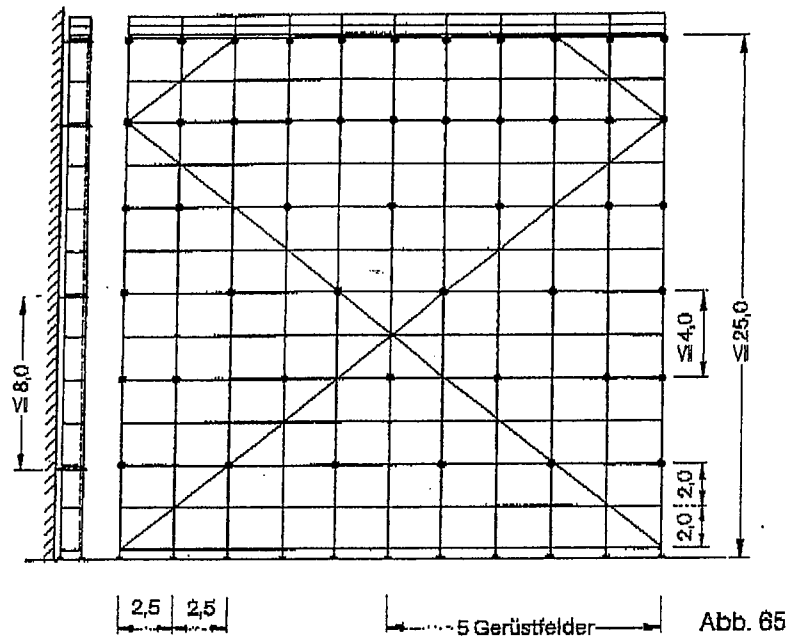

Abb. 65
- Anordnung diagonal über 5 Gerüstfelder (Abb. 65).